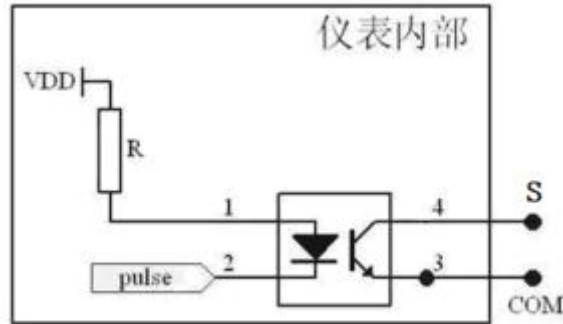

图 3.2 秒脉冲输出接口电路示意图
流为 10mA (DC)，工作电压范围为 5V~80V (DC)。其内部电路原理图如图 3.2 所示。